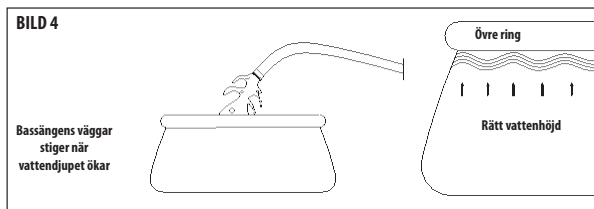

BILD 4
- (f) Fortsätt att fylla bassängen. Vägarna i bassängen stiger samtidigt med vattennivån. Det är lämpligt att kontrollera bassängen regelbundet under fyllningen för att se till att den fylls på jämnt. Fortsätta med vattenfyllningen tills vattnet når markeringen på bassängväggens inre sida och bassängfolien är plan och fast. Fyll inte bassängen över den här markeringen (Bild 4).